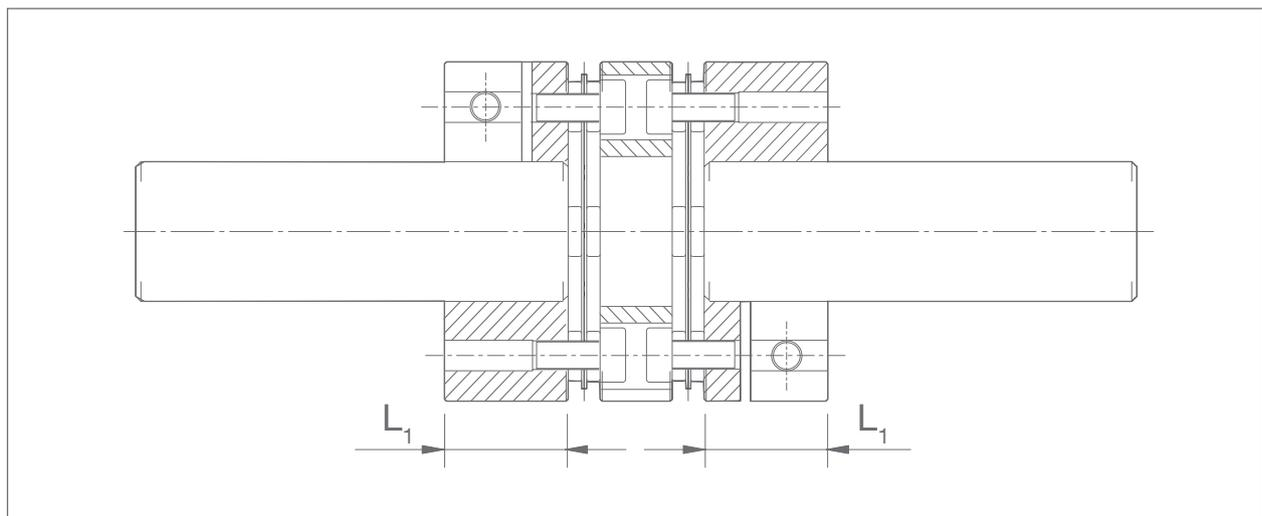

Abbildung 2
3. Bitte stellen Sie zusätzlich sicher, dass die beiden Wellenstümpfe in den vollen Nabenbereich  $L_1$  (Abbildung 2) hineinragen (Werte hierzu entnehmen Sie bitte den jeweiligen Tabellen auf den Seiten 10-13).